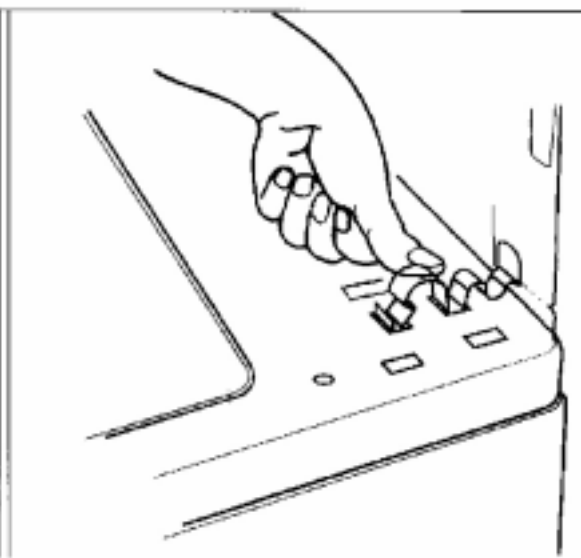

Fig.30
- Recoloque as Presilhas de Fixação, introduzindo-os primeiramente no Painel Traseiro e depois pressionando-os nos respectivos furos na Tampa Fixa, conforme fig.30.